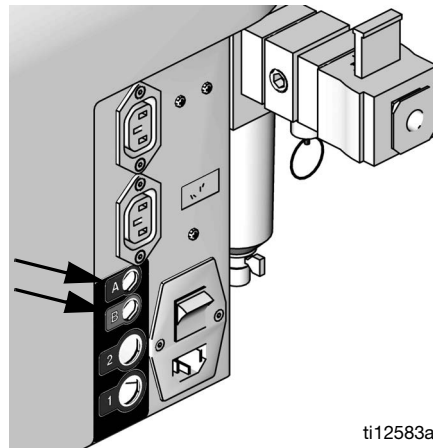

FIG. 6: Fuente de alimentación del kit de rellenado de tanque
2. Para los kits de rellenado de tanque instalados en el tanque del lado **A**, enchufe el cable de alimentación eléctrica del kit de rellenado de tanque en el conector «A» ubicado en la parte trasera de la máquina. Consulte la FIG. 6.
Para los kits de rellenado de tanque instalados en el tanque del lado **B**, enchufe el cable de alimentación eléctrica del kit de rellenado de tanque en el conector «B» ubicado en la parte trasera de la máquina. Consulte la FIG. 6.